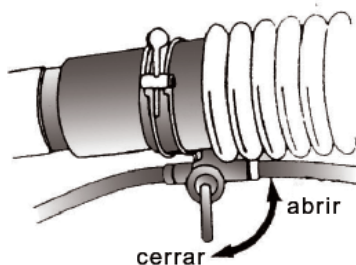

Fig. 7
- a) En pulverización, mientras adicionamos productos químicos, el interruptor debe estar cerrado, (fig. 7). En aplicación en polvo, la válvula de polvo y nivel de fuel deben estar en la posición más baja, de no ser así la máquina perderá producto.